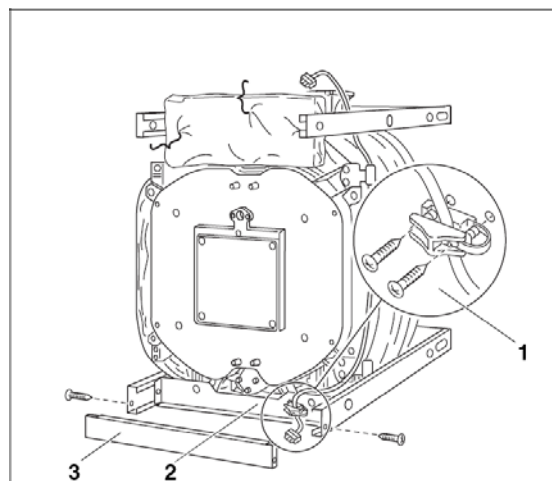

Fig. 40
- Skruva fast dragavlastningen till brännarkabeln (Fig. 40, **pos. 1**) på den nedersta tvärskenan, på vänster eller höger sida, beroende på om dörren är vänster – eller högerhängd (Fig. 40, **pos. 2** – med högerhängd brännardörr).
- Tryck in den främre sockelplåten (Fig. 40, **pos. 3**) in i de nedersta längdskenorna framifrån, och skruva fast den på dessa.